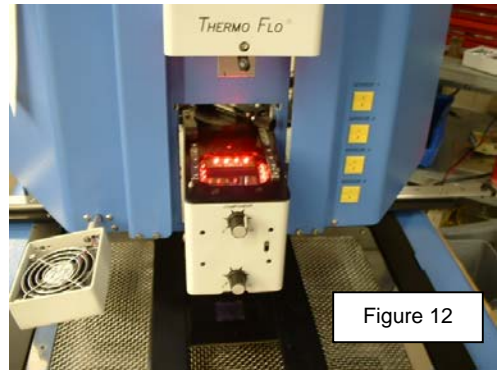

Figure 12
- viii. La caméra avance automatiquement (figure 12) et la tête de brasage avance sur la position de mise au point.